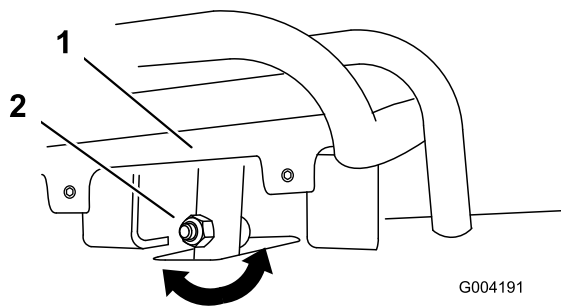
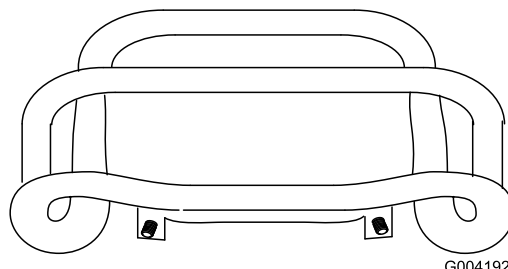

Figura 53
Figura 54
4. Se a parte da frente do controlo não ficar alinhada com a barra de referência, desaperte a porca e o parafuso na haste do controlo de tração (Figura 53).
5. Ajuste o controlo de tração de modo a que fique alinhado com a barra de referência quando é puxado a direito para trás (Figura 53 e Figura 54).
- C. Desaperte a porca flangeada e o parafuso na haste do controlo de tração (Figura 53).
- I. Ajuste o controlo de tração de modo a que fique alinhado com a barra de referência quando é puxado a direito para trás (Figura 53 e Figura 54).